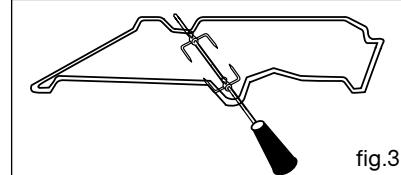

fig.3
• Tournebroche (fig.3) selon modèle